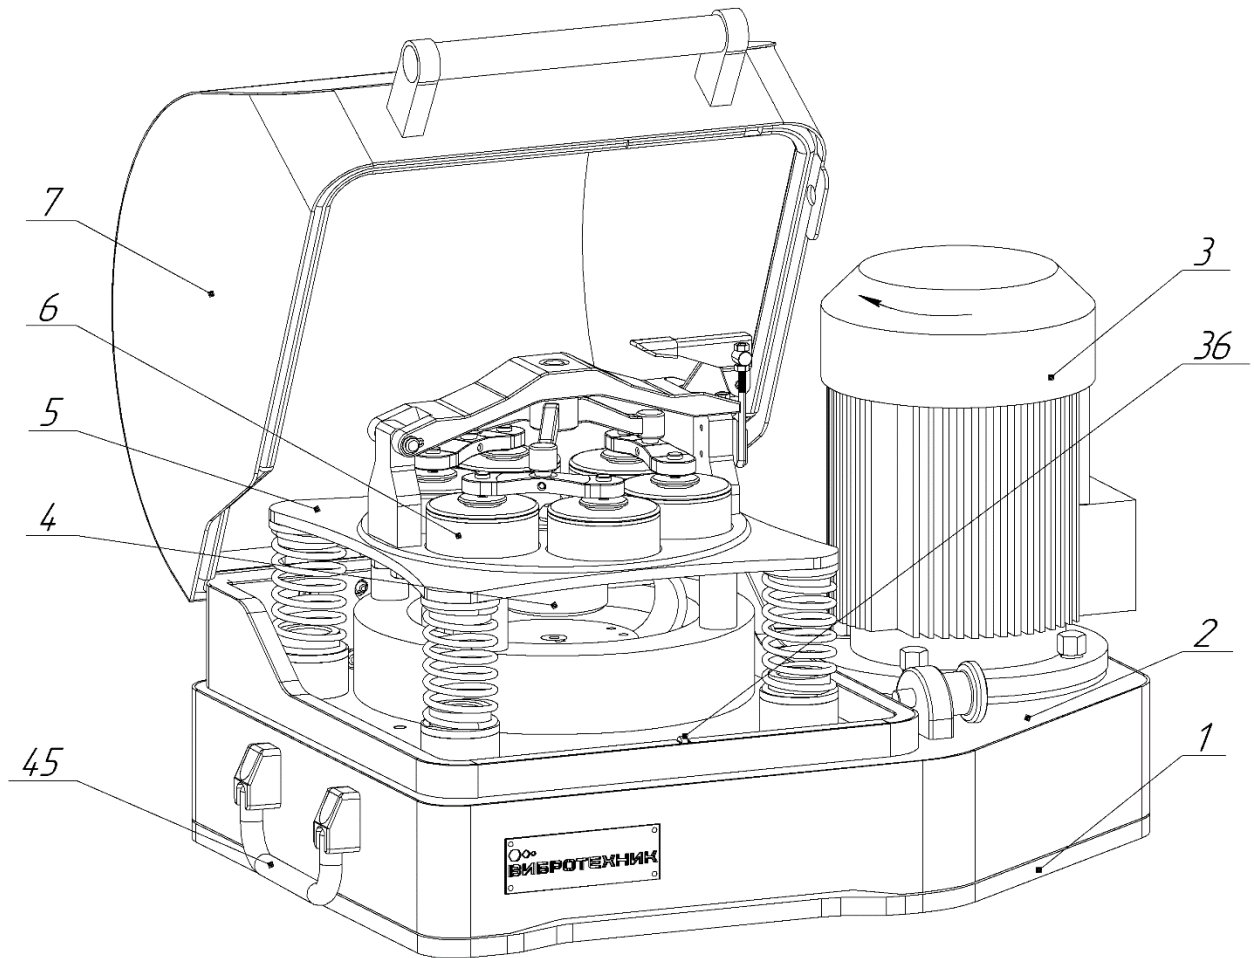

Рис. 1 Истиратель вибрационный ИВ 6. Общий вид
- проверьте работу микровыключателя 36 (Рис.1), приподняв во время работы Истирателя крышку 7. После срабатывания микровыключателя, Истиратель должен включаться только при нажатии кнопки «ПУСК».